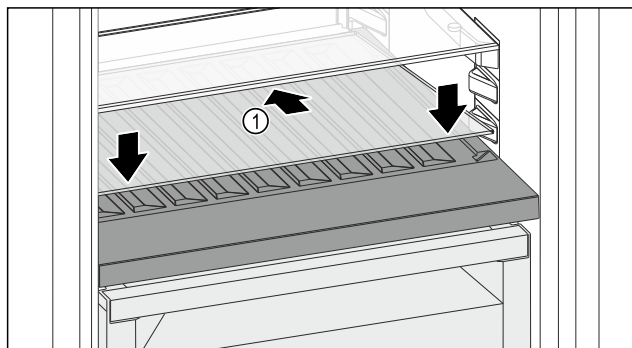

Fig. 144
- Postavite staklenu ploču Fig. 144 (1) ukoso, nagnutu straga prema dolje.
- Staklenu ploču Fig. 144 (1) podignite sprijeda.